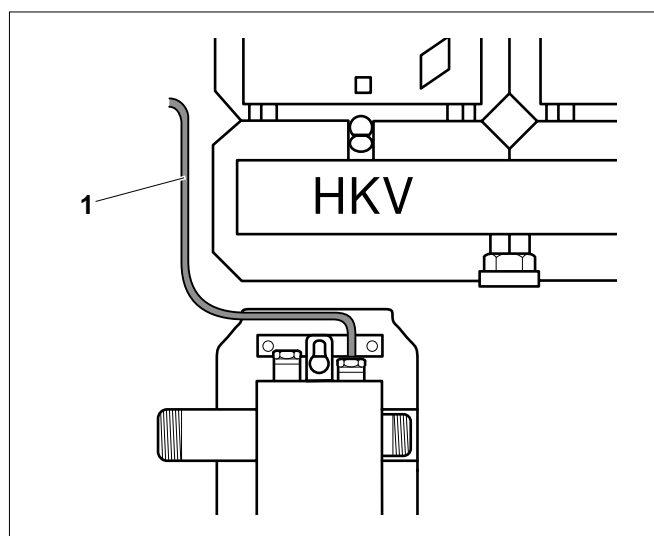

Fig. 7 Sonda di mandata dell'apparecchio di regolazione
- Inserire la sonda di mandata (Fig. 7, pos.1) dell'apparecchio di regolazione nel pozzetto ad immersione.